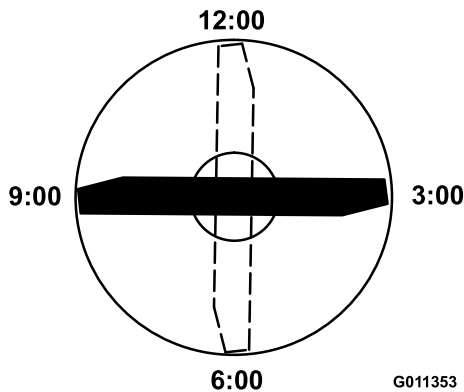

Figura 71
3. Orientate il tagliente dell'estremità marcata della lama sulla posizione a ore 12 (esattamente in avanti, nel senso di falciatura) e misurate l'altezza tra il banco e il tagliente della lama (Figura 71).
4. Ruotate l'estremità marcata della lama sulle ore 3 e sulle ore 9 e misurate le rispettive altezze (Figura 71).